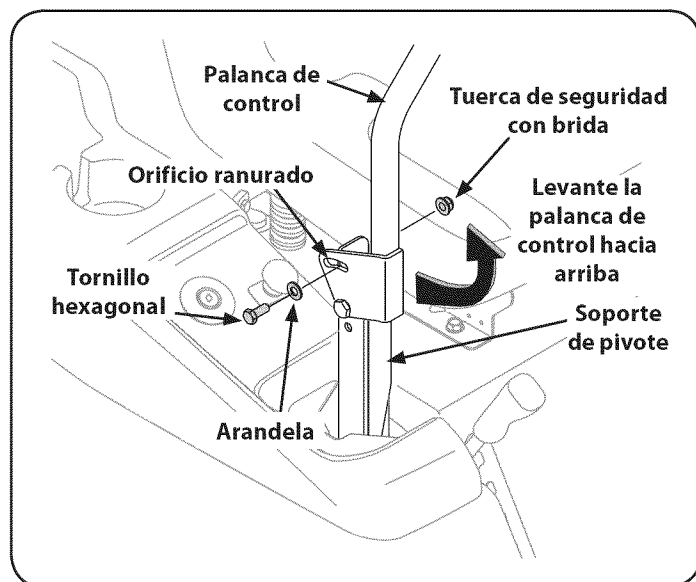

Figura 4
2. Levante y gire esa palanca de control hacia arriba hasta que el orificio ranurado del soporte de la palanca se alinee con uno de los orificios del soporte de pivote. Vea la Figura 4.